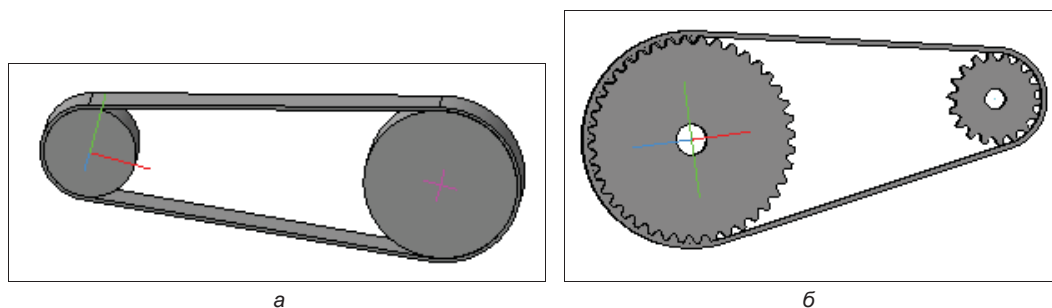

Рис. 25.30. Сборки: Ременная передача (а); Зубчатая передача (б)
- ◆ аналогично создайте ременную передачу. У вас должно получиться как на рис. 25.30, а. Сохраните сборку под именем *Ременная передача*. Далее вы можете добавить у шкивов бурты для фиксации ремня или создать зубчатую передачу, как на рис. 25.30, б.